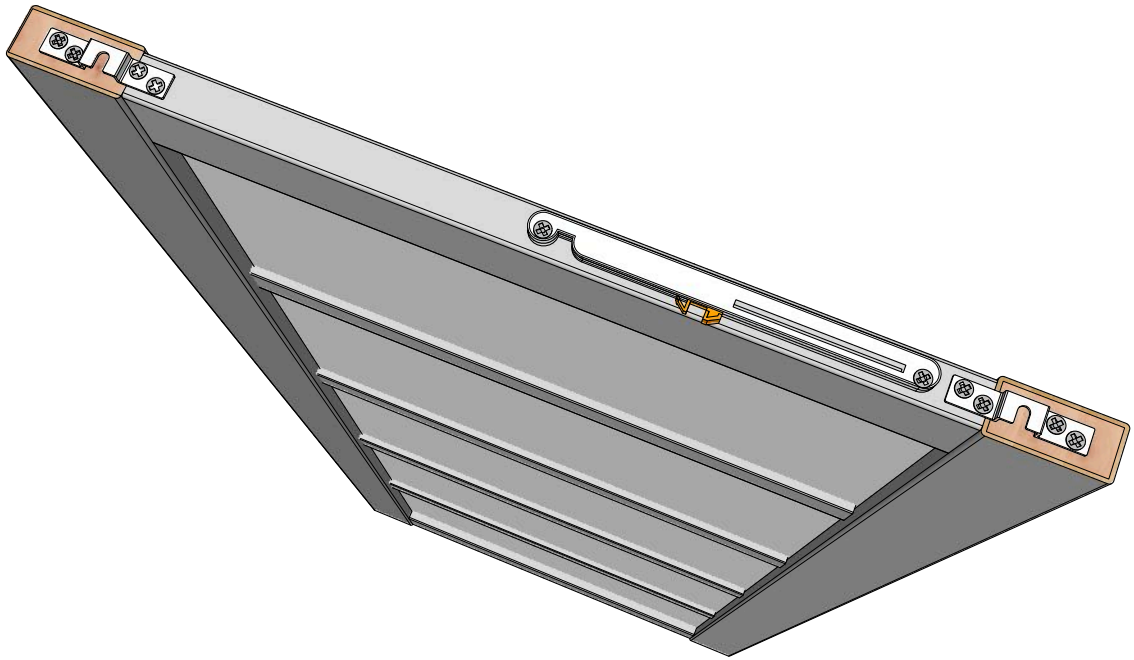

Рисунок 24
11.1. Установить доводчик на дверное полотно предварительно отступив 20 мм от лапы крепления каретки. Обратите внимание на положение доводчика (Рис.24).